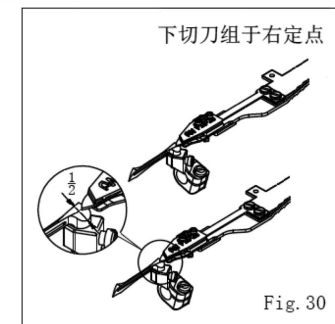

Fig. 30
当下切刀组由右定点移出至下勾针右侧时(第一段动作)活动片之刀尖(A)，约位于下勾针宽度中心，前、后 1/2 位置(图 30)
When the trimmer moves out from right dead point to the right hand side of looper, (1st action) the tip of Moving Knife (A) aim to the center of looper ridge. (Fig. 30)